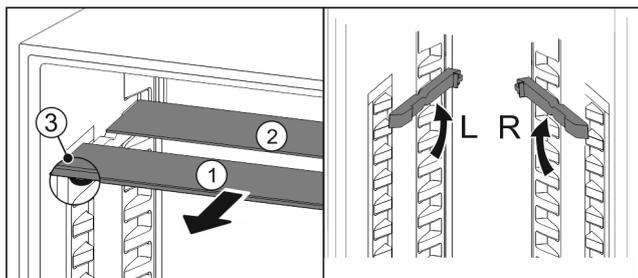

Fig. 70
- ▶ Steklene plošče posamično izvlecite Fig. 70 (1) naprej.
- ▷ Steklена plošča Fig. 70 (1) z okrasno letvijo je spredaj.
- ▷ Zaustavljalniki Fig. 70 (3) so obrnjeni navzdol.